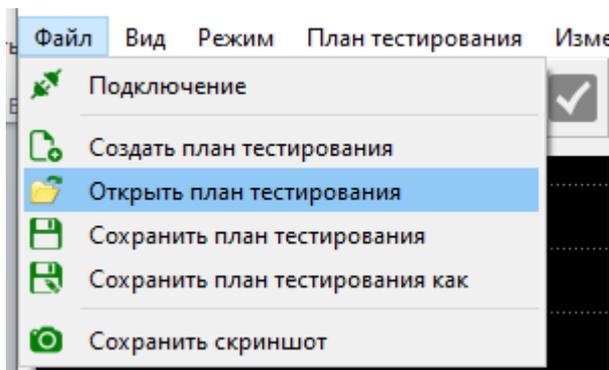

Рисунок 16. Внешний вид вкладки Файл
- Во вкладке "Файл" -> "Открыть план тестирования" (рисунок 16) можно выбрать ранее сохраненный план тестирования. Для перехода по точкам из плана тестирования воспользуйтесь стрелками "влево" и "вправо" .